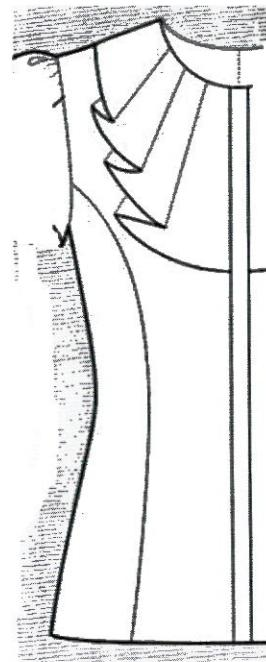

Рисунок 1 – Фрагмент блузки. Обработка полочки
1) Внешний вид фрагмента заданного изделия должен полностью соответствовать техническому рисунку модели и художественно-техническому описанию (стр. 3, табл.1) и рисунку фрагмента (стр. 7, рис. 1).